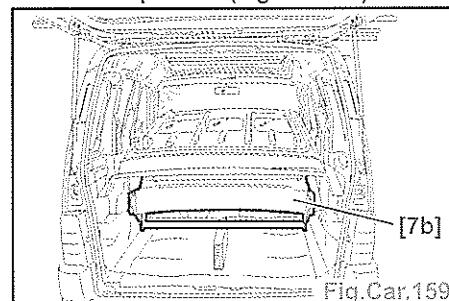

Fig.Car.159
- Positionner le pavillon multifonction encollé sur l'outil [7b] en veillant au positionnement des fourchettes sur les rotules du pavillon (Fig.Car.159).